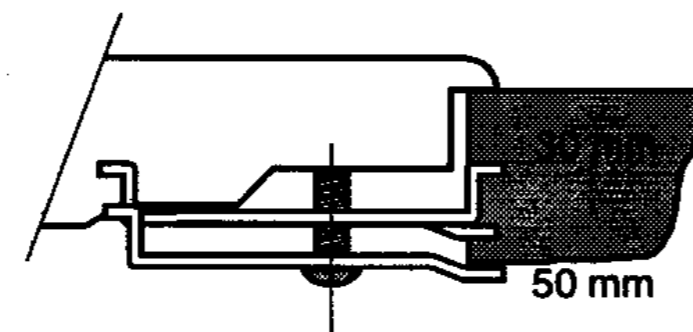

fig. 7
- Visser les étriers de fixation (voir fig. 7).